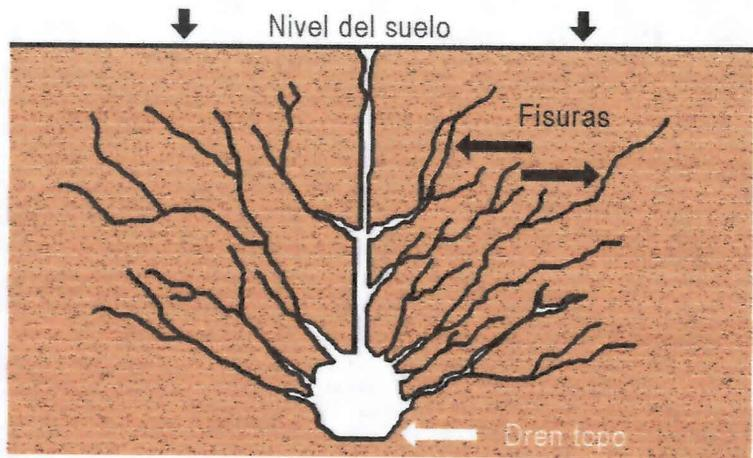

Figura 20: Corte transversal de un dren topo.
- **Drenes topo:** galerías subterráneas construidas en el interior del suelo, de aproximadamente 7,5 cm de diámetro, que están rodeadas de fisuras periféricas para lograr la recolección de los excedentes de agua que se acumulan en la zona radicular. (Figura 20)